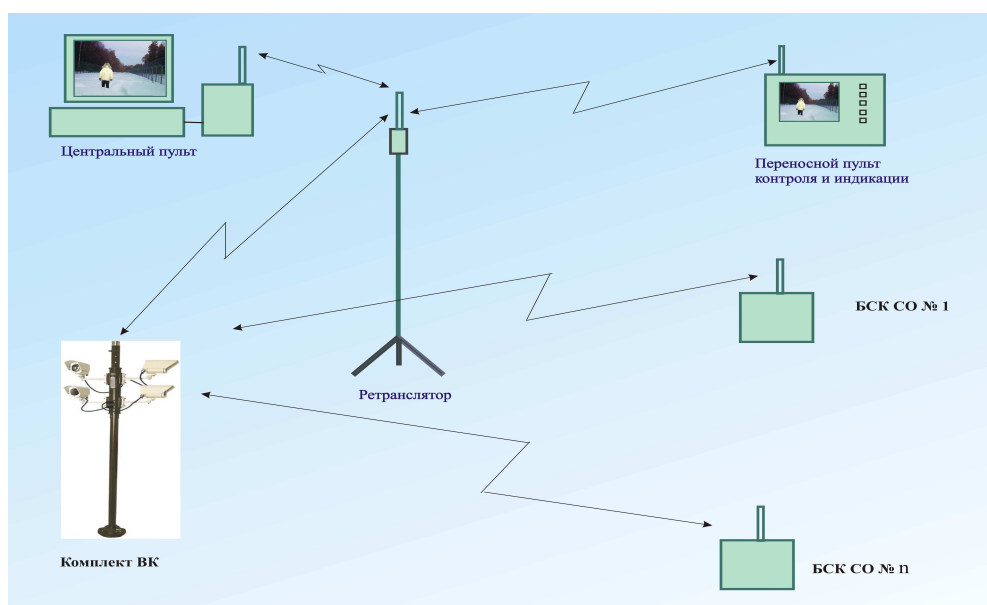

Рисунок 1.4
1.1.4.4 При работе системы совместно с комплексом «Паутина-М» при развертывании осуществляется привязка каждой ВК к номерам соответствующих средств обнаружения. В дальнейшем, при срабатывании любого СО сигнал тревоги передается не только на средства отображения комплекса «Паутина-М», но и принимается ВК, анализируется и в случае совпадения номера СО ВК делает два «стоп-кадра» и пересылает их на центральный и переносной пульты (рисунок 1.4).